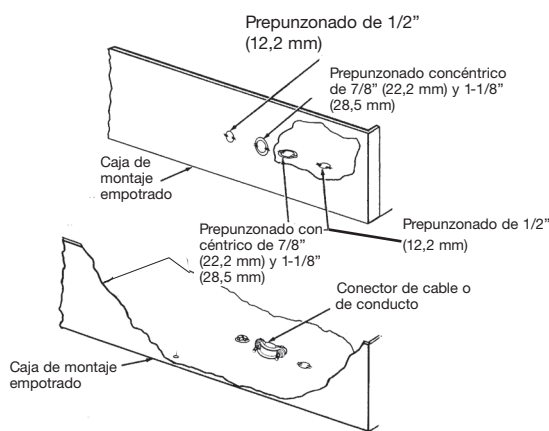

Figura 6
- Extraiga la caja de montaje empotrado (Figura 6) de la caja que contiene el gabinete de montaje empotrado tipo REA.
- Retire uno de los troqueles que están cerca del tornillo de puesta a tierra e instale un conector de cables o conductos (Figura 6).